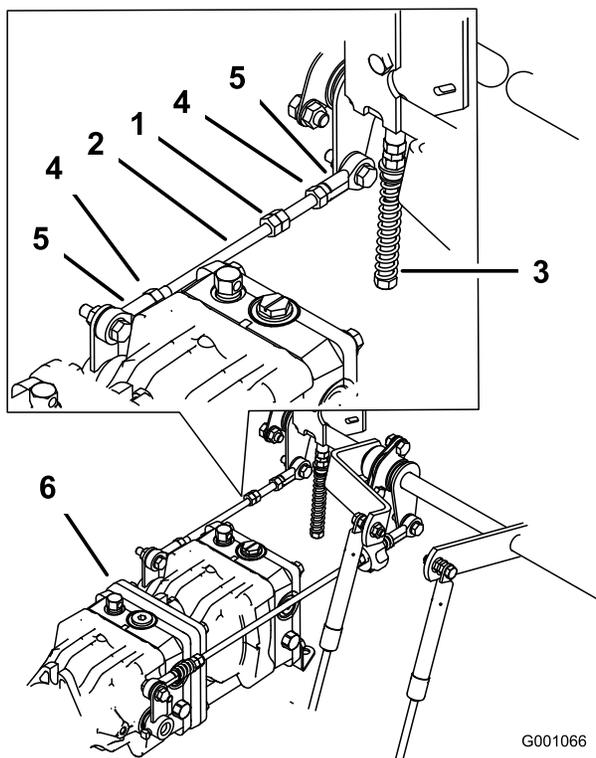

Bild 100
1. Lockern Sie die Sicherungsmuttern an den Kugelgelenken der Pumpsteuerungsstange (Bild 100).
3. Stellen Sie die Länge der Pumpstange ein, indem Sie die Doppelmutter an der Stange so weit in die entsprechende Richtung drehen, bis das Rad stillsteht oder sich leicht zurückdreht (Bild 100).
6. Ziehen Sie die Klemmmuttern an den Kugelgelenken fest (Bild 100).